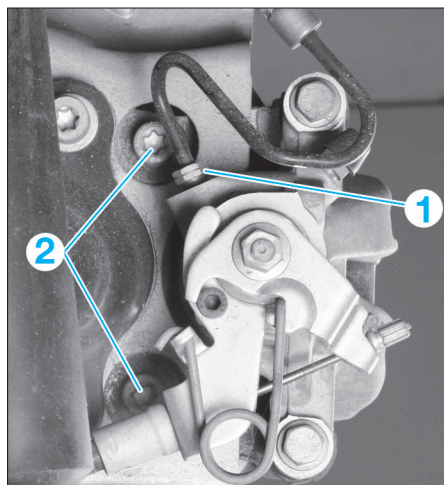

FIG. 11
- Desserrer le raccord (1) du tuyau de frein sur l'étrier (Fig.11).
- Déposer les vis (2) (Fig.11) puis le support d'étrier.
- Déposer les vis (2) (Fig.11) puis l'étrier de frein avec son support.